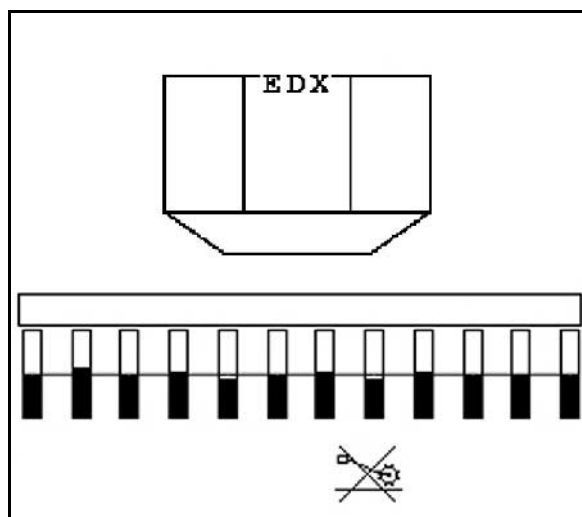

Fig. 56
1.  Preseleccionar el bloqueo de la rueda de cola (Fig. 56).